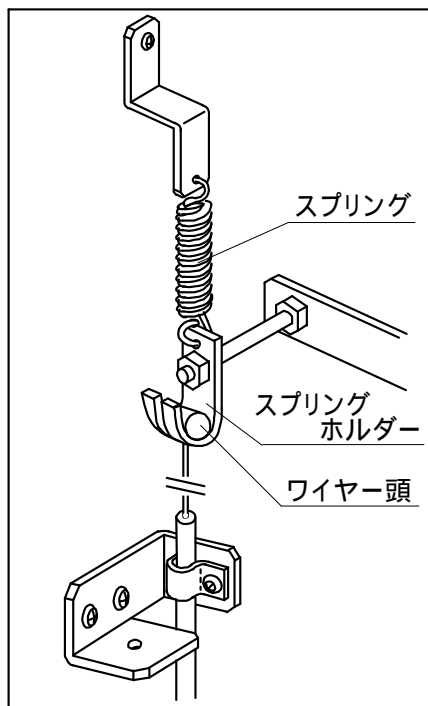

図 2.3 - 4 スプリングホルダー取り付け
(9)図2.3 - 5のようにストップレバーの動作確認を行う。